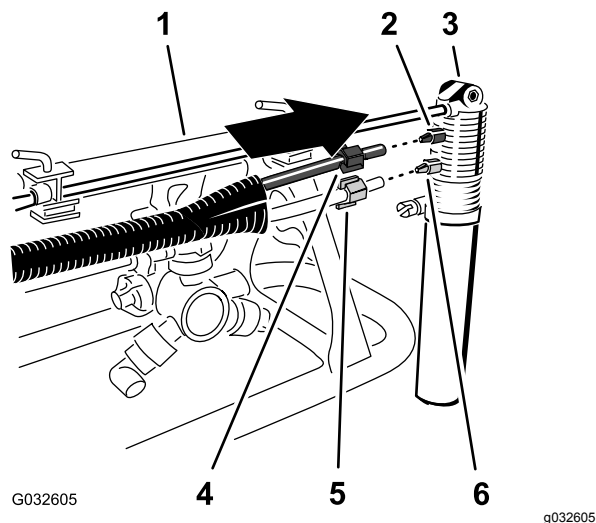

Рисунок 23
- Наденьте синюю зажимную гайку на конец синей трубки и белую зажимную гайку на конец прозрачной трубки (Рисунок 23).
- Совместите конец прозрачной трубки с белой зажимной гайкой на белом фитинге насадки пенного маркера и затяните зажимную гайку от руки (Рисунок 23).
- Совместите конец синей трубки с синей зажимной гайкой на синем фитинге насадки пенного маркера и затяните зажимную гайку от руки (Рисунок 23).